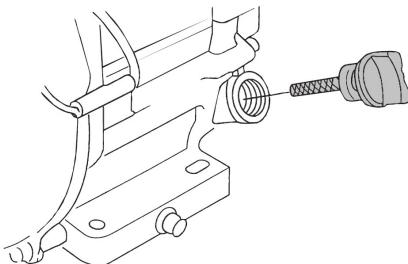

Рис. 8 Крышка-щуп маслозаливной горловины
2. Открутите крышку-щуп маслозаливной горловины и извлеките щуп (Рис. 8).
- Выкрутите крышку-щуп маслозаливной горловины и извлеките щуп (Рис. 8).